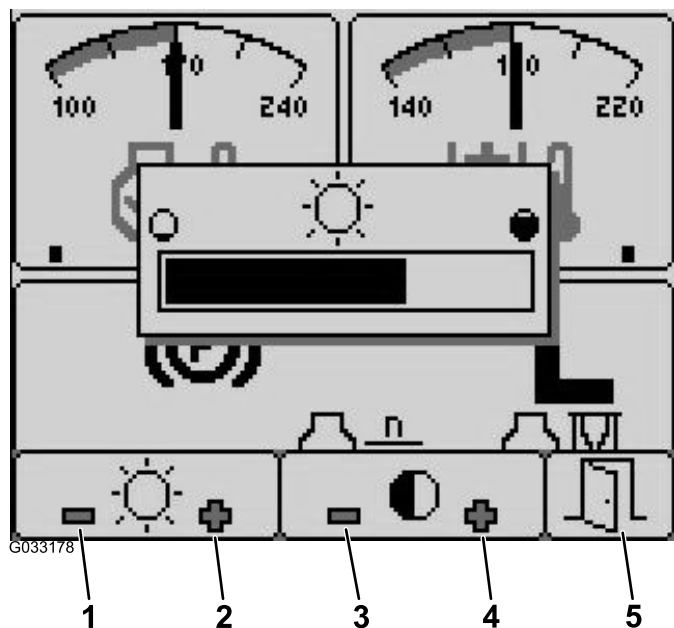

Рисунок 19
8. Выйдите из этого меню, нажав кнопку EXIT (ВЫХОД) (дверь) (Рисунок 18 или Рисунок 19).
2. Нажмите кнопку 1 для уменьшения яркости, кнопку 2 для увеличения яркости, кнопку 3 для уменьшения контрастности и кнопку 4 для увеличения контрастности (Рисунок 19).
3. После настройки яркости и контрастности нажмите кнопку 5 для выхода (Рисунок 19).
1. На начальном экране нажмите кнопку 5, чтобы получить доступ к всплывающей полосе меню регулировки яркости/контрастности (Рисунок 19).